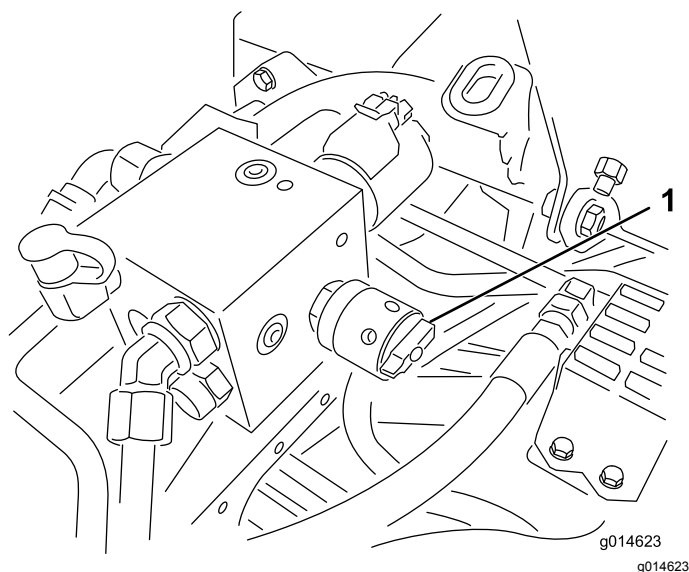

Bild 56
6. Drehen Sie dann das Handrad zur Spindeldrehzahl auf Einstellung 1 (Bild 56).